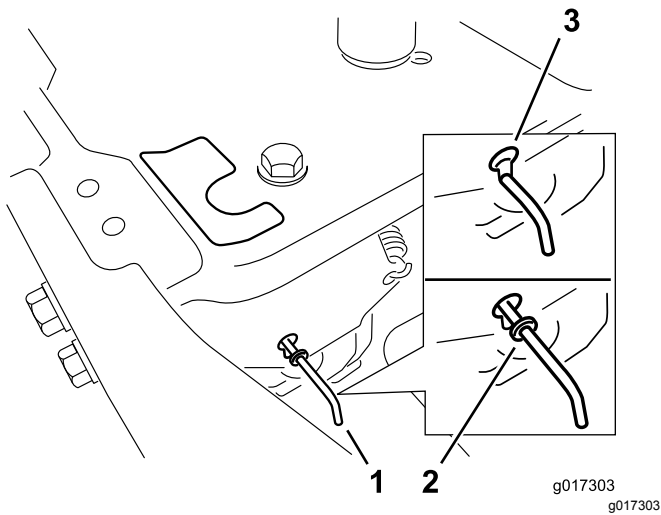

Figure 19
4. Déplacez les leviers de dérivation en avant à travers le trou de clavette et vers le bas pour les verrouiller en position (Figure 19).
Déplacez les leviers de dérivation en arrière à travers le trou de clavette et vers le bas pour les verrouiller en position, comme montré à la Figure 19.